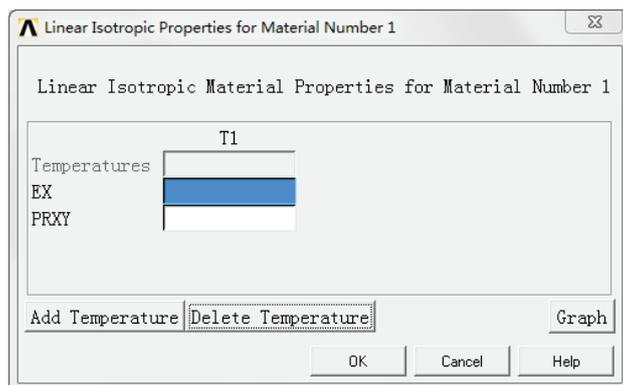
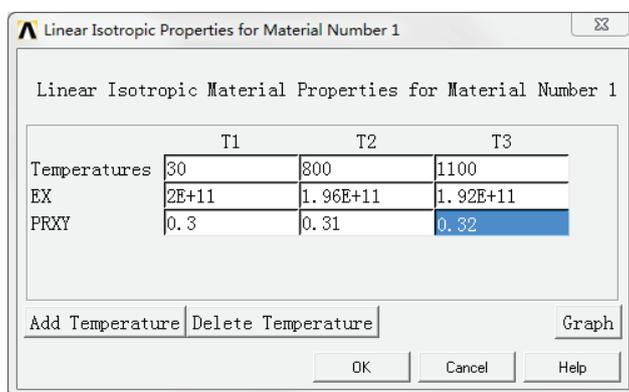
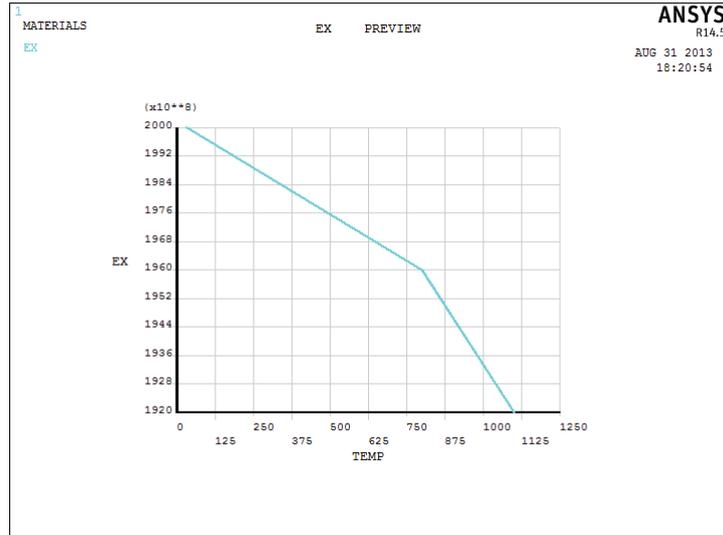
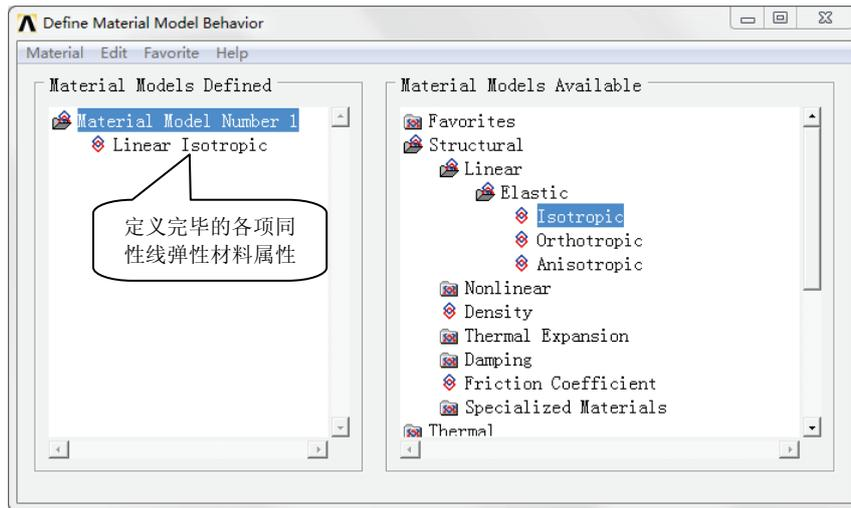

图 5-11 定义材料属性对话框
图 5-12 材料属性设置对话框
图 5-13 弹性模量 EX 与温度的关系曲线
图 5-14 完成定义材料模型属性对话框后的显示
(3) 单击图 5-8 中右侧列表中的【Structural】/【Linear】(线性)/【Elastic】(弹性)/【Isotropic】(各向同性) 命令，弹出如图 5-11 所示的定义材料属性对话框。
(4) 单击图 5-11 中的 Add Temperature 按钮，增加温度设置选项，并将相应的数据填入【Temperature】(温度)、【EX】(弹性模量)、【PRXY】(泊松比) 的输入栏内，如图 5-12 所示。
(5) 单击图 5-12 中的 Graph 按钮，会显示 EX 和 PRXY 两选项，选中 EX，在主窗口出现弹性模量 EX 与温度的关系曲线。同理，选中 PRXY，在主窗口出现泊松比 PRXY 与温度的关系曲线，如图 5-13 所示。
(6) 单击图 5-12 中的 **OK** 按钮，执行定义材料属性操作，定义完毕后，材料属性显示在定义材料模型属性对话框的左侧列表中，如图 5-14 所示。